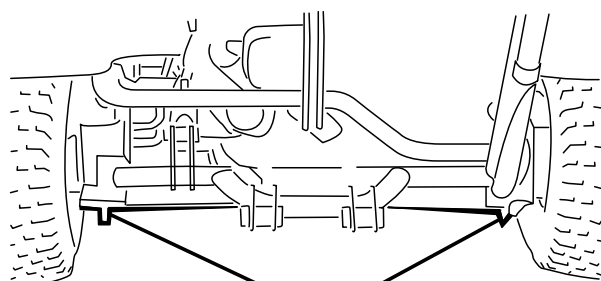

図 19
- ・ 左右の後ホイール・モータの下フレーム部分 (図 19)